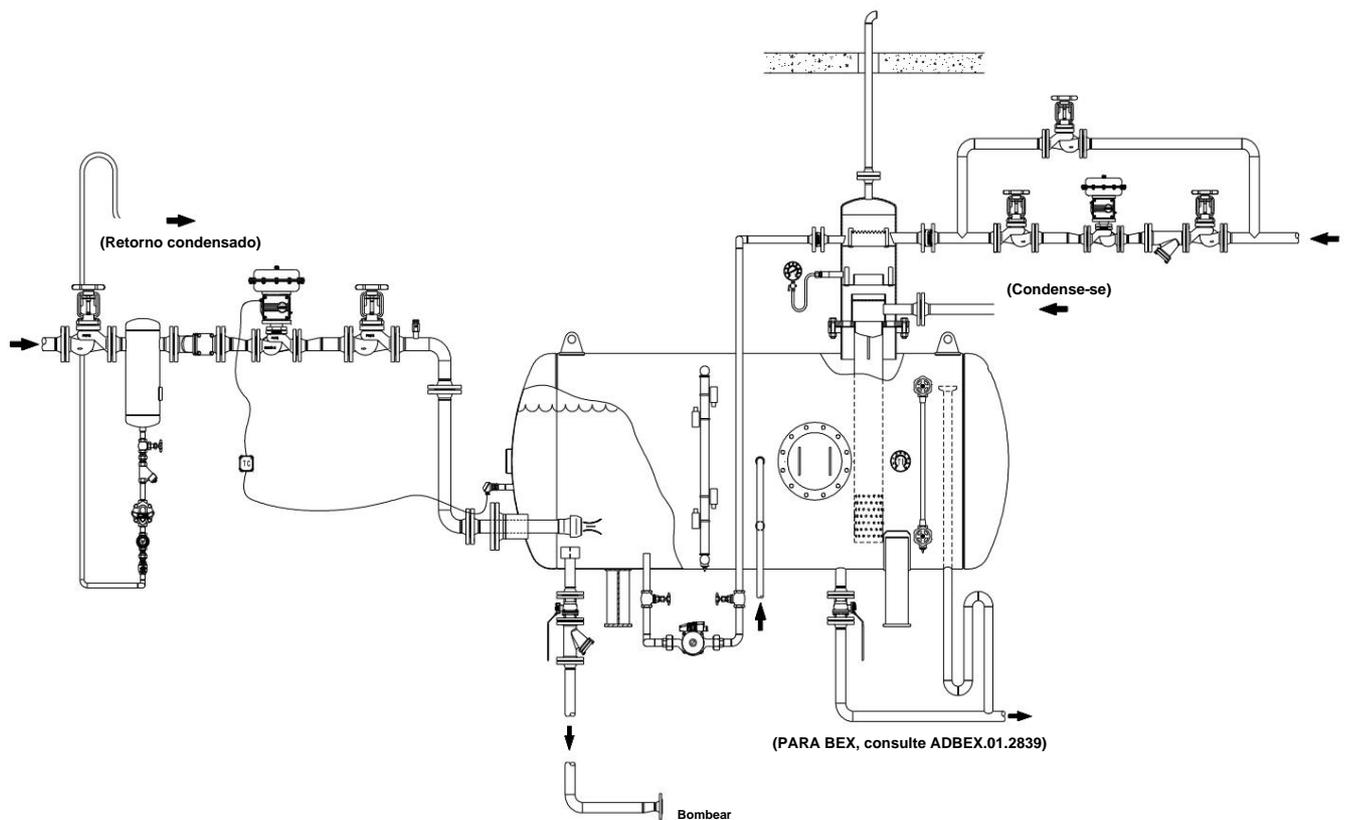

Fig. 1 – Instalação típica: Sistema semi-desaerador com água fria de reposição
- Se o mau funcionamento de qualquer outro equipamento ou falha na operação do sistema puder resultar em sobrepressão perigosa, sobretensão ou até mesmo condição de vácuo, um dispositivo de segurança deverá ser incluído no sistema para evitar tais situações. Recomendamos a sua instalação conforme mencionado na fig.1 ou 2.